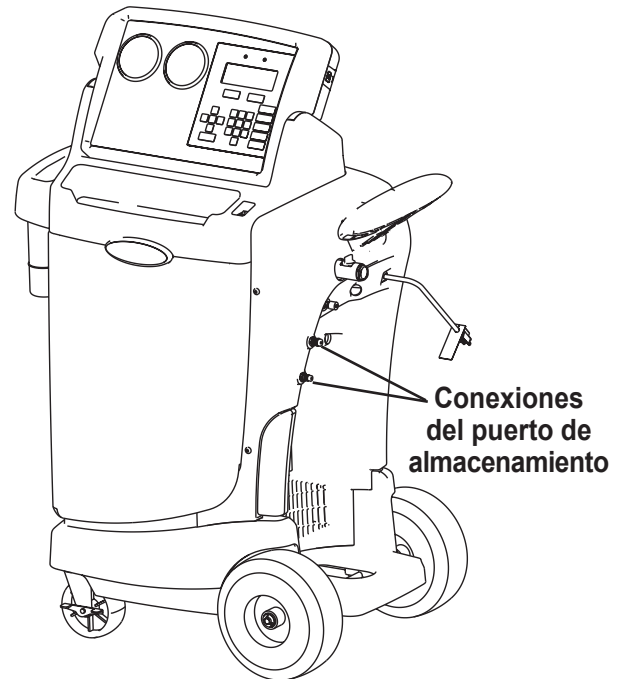

Figura 6
3. Conecte las mangueras a las conexiones del puerto de almacenamiento de la unidad (Figura 6) y abra las válvulas del acoplador.